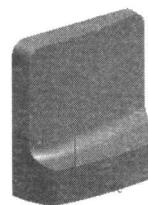

图1-22 倒圆后的图形
- 右击，选择倒圆（Blend）命令，在文本输入框输入倒圆半径=15，得到图形，见图1-22。